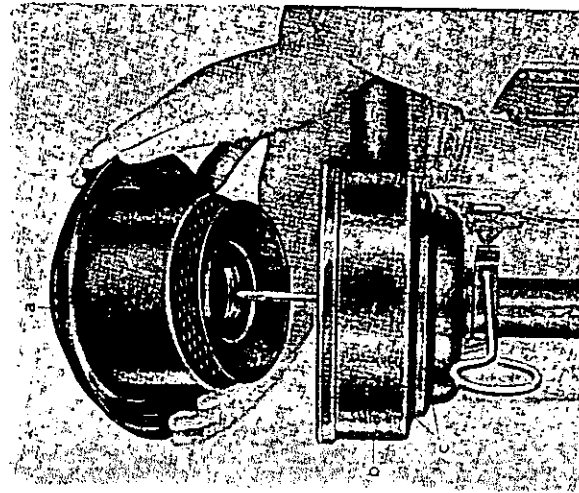

Bild 10
**1. ÖLBADLUFFFILTER:** Der Ölstand im Ölbadlufffilter (Bild 10) ist stets innerhalb der Markierungen zu halten, gegebenenfalls wird Öl nachgefüllt. Je nach Staubanfall (evtl. schon nach wenigen Stunden) ist die Ölmenge zu wechseln, spätestens aber, wenn der sich bildende Staubschlamm höher als 1 cm im Ölbad steht. Verschlammtes Öl setzt den Ölbadlufffilter außer Funktion und gefährdet den Motor.
Filter abschrauben (siehe Bild 10). Staubschlamm auslaufen lassen und Filterunterteil gründlich mit Kraftstoff auswaschen. Das Filteroberteil reinigt sich durch das Ölbad von selbst. Es empfiehlt sich jedoch, das Filteroberteil etwa alle 200 Betriebsstunden mit Dieseldieselkraftstoff auszuwaschen (nicht mit Benzin, Wasser, Lauge oder heißen Flüssigkeiten). Danach gut trocknen. Man untersuche auch das Filteransaugrohr auf Fremdkörper wie Strahl etc. Verbeulte bzw. schlecht schließende Lufffilter austauschen. Das gereinigte Filter wird bis zur Markierung c (Bild 10) mit Öl gefüllt.